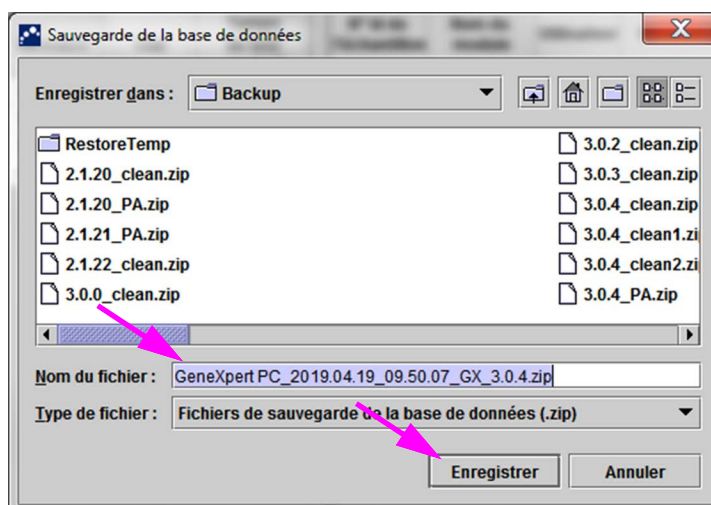

Figure 5-74. Attribution de noms aux fichiers de sauvegarde
3. Recherchez et sélectionnez le dossier dans lequel vous souhaitez stocker le fichier de sauvegarde, saisissez un nom pour le fichier de sauvegarde (ou utilisez le nom de fichier par défaut), puis cliquez sur **Enregistrer**. La procédure de sauvegarde crée un fichier .zip dans l'emplacement que vous avez spécifié (cf. Figure 5-74).